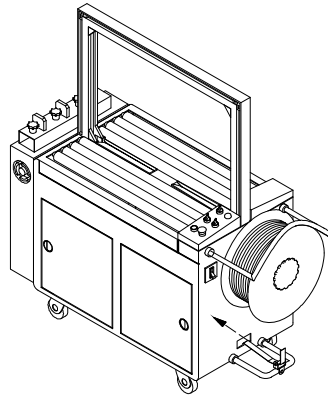

图 4-3
①. 在带盘上装上打包带，按图 4-3 所示路线装打包带，带头进入插带口后，需将预送带机构中的旋钮顺时针转下，使两个输带轮离开一个距离，带头才能穿过两个输带轮进入带仓。用手拉住带头，之后旋转控制面板中急停按钮开关，打包带就自动充满带仓。